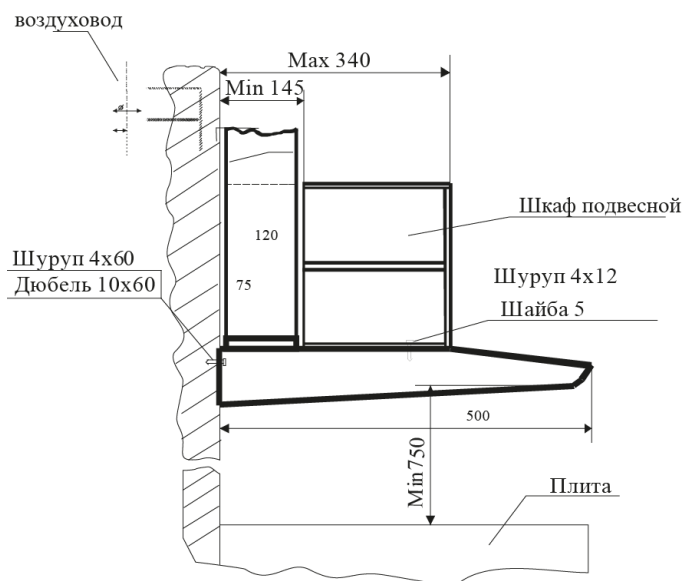

Рис.3
**1.11 Увага! Витяжка монтується на стіні над електроплитами на відстані 650-750мм, а над газовими плитами на відстані 750-850мм від робочої поверхні плити (рис.3).**